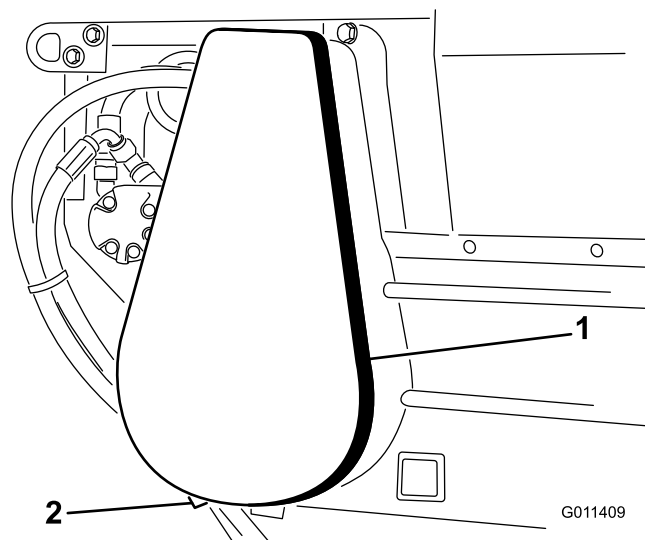

Figure 29
1. Déposez le couvercle de la chaîne et l'entretoise (Figure 29).